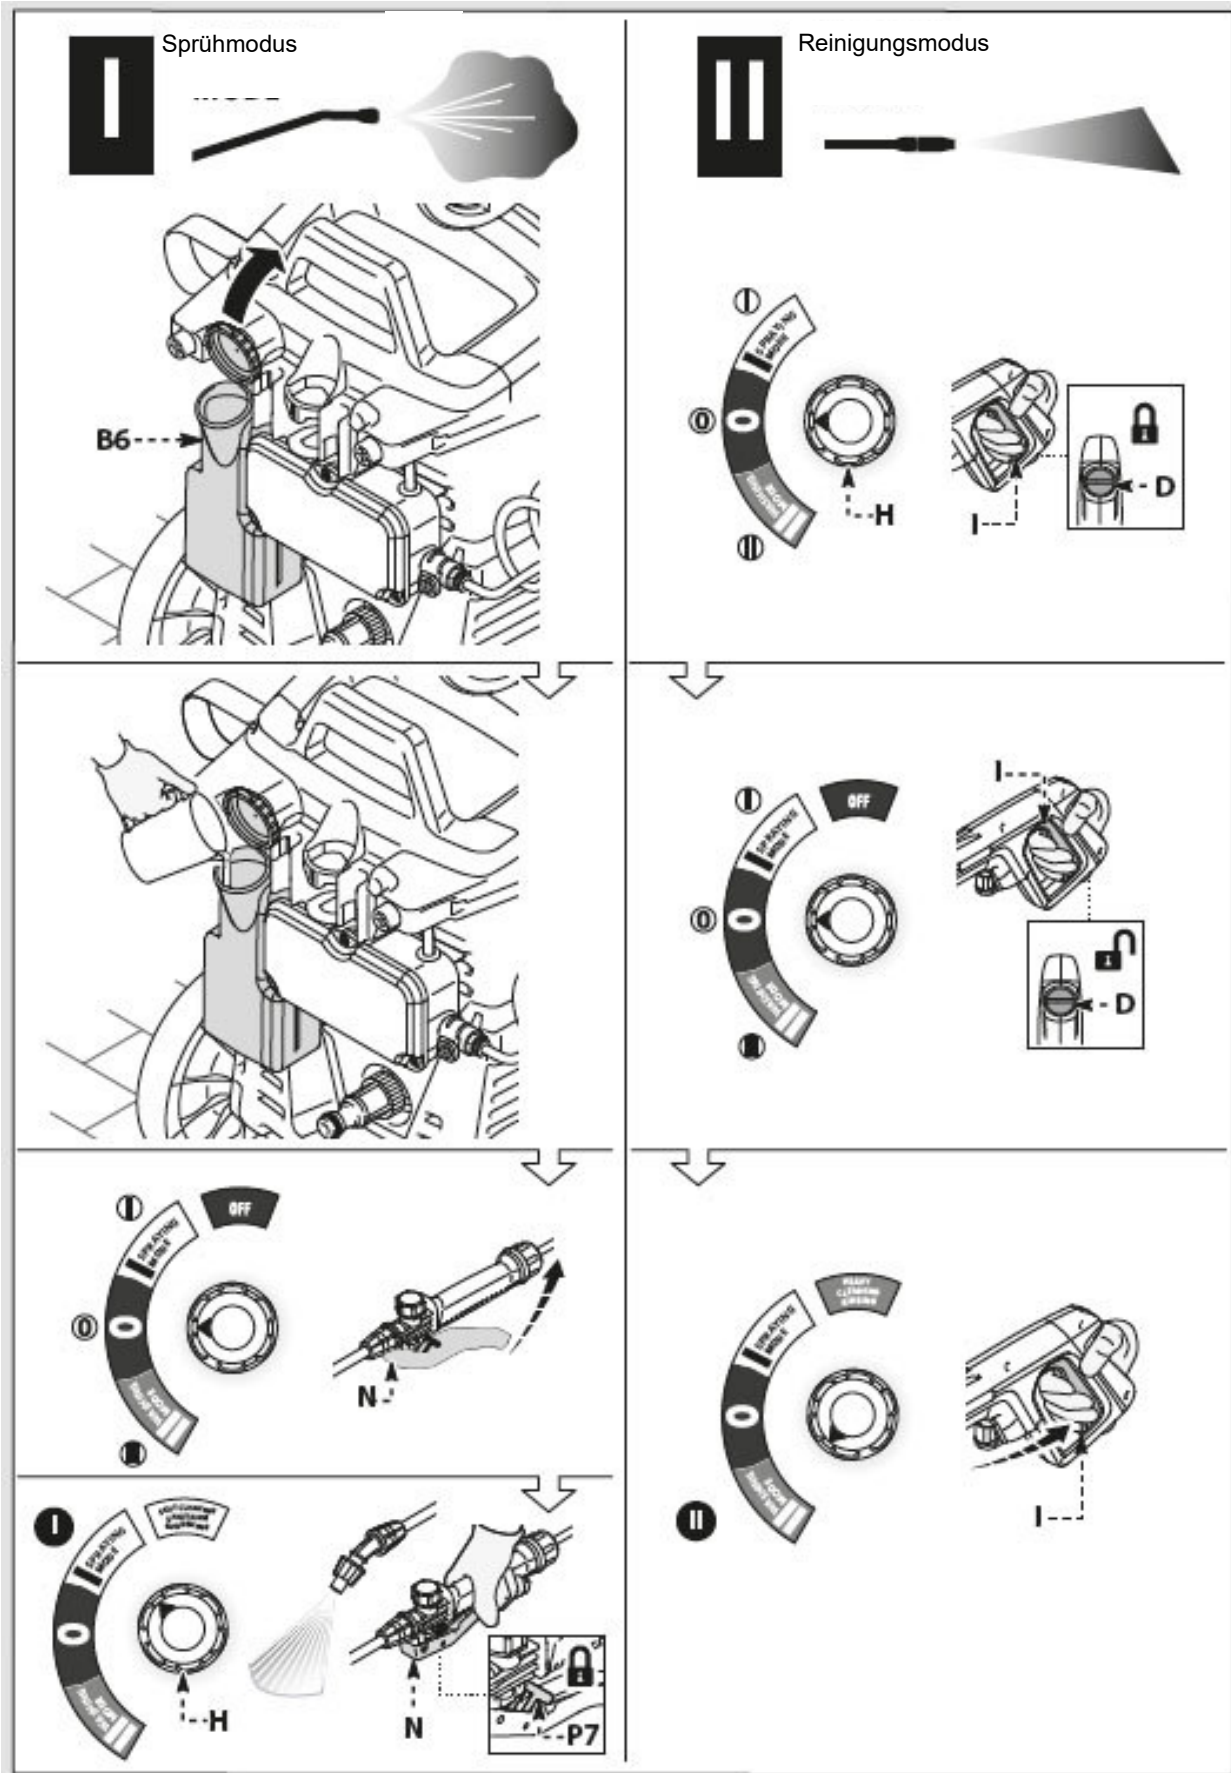

Abb. 8: Betrieb
- Schritt 1: Füllen Sie den Tank (Pos. B6, Abb. 8).
- Schritt 4: Gießen Sie die Lösung in den Tank (Abb. 8).
- Schritt 5: Sprühmodus: Stellen Sie den Geräteschalter (Pos. H, Abb. 8) in die Position EIN / I. Drücken Sie den Griff der Sprühpistole (Pos. N, Abb. 8) um die Förderung freizugeben; die Verriegelung (Pos. P7, Abb. 8) der Sprühpistole betätigen, damit die Förderung erhalten bleibt. Reinigungsmodus: Lösen Sie die Verriegelung an der Pistole (Pos. D, Abb. 8). Halten Sie den Hebel (Pos. I, Abb. 8) der Pistole einige Sekunden lang gezogen und schalten Sie dann das Gerät mit dem Geräteschalter (ON / II) ein.
Schritt 1: Stellen Sie den Geräteschalter (Pos. H, Abb. 8) in die Position AUS / 0.
Schritt 3: Drücken Sie den Griff der Pistole (Sprühmodus: Pos. N, Abb. 8; Reinigungsmodus: Pos. I, Abb. 8) um den Druck aus den Leitungen abzulassen.
Schritt 5: Die Verriegelung (Pos. D, Abb. 8) der Pistole betätigen.
Schritt 1: Die Verriegelung (Pos. D, Abb. 8) der Pistole lösen.
Schritt 3: Den Geräteschalter (Pos. H, Abb. 8) in die Schaltstellung (ON/I bzw. ON/II) schalten.